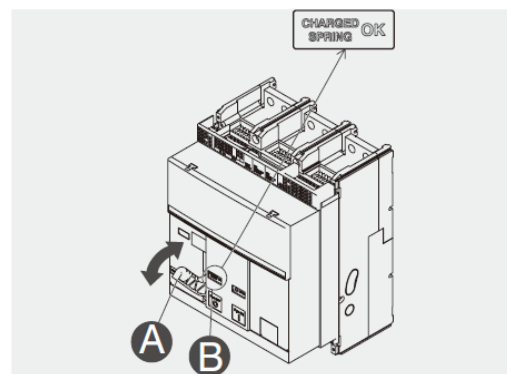

图 19
2. 弹簧储能-上下反复扳动杠杆 [A] 直到弹簧储能指示器 [B] 变“yellow - CHARGED SPRING”如图 19 所示。